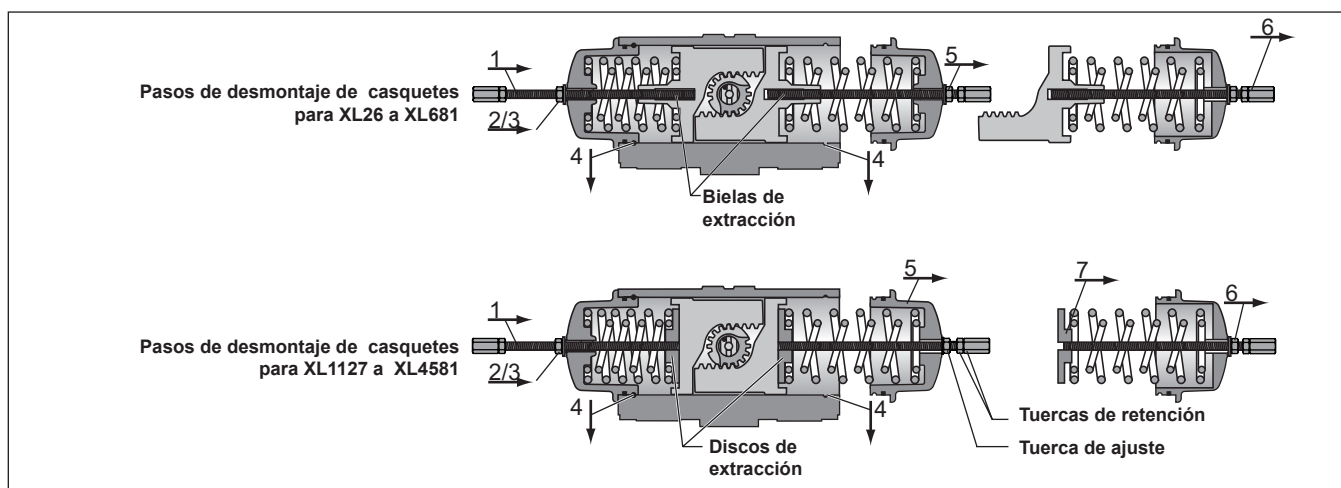

Fig. 5 Desmontaje de casquetes
- 1 Afloje las tuercas de bloqueo (24) y quite ambos toques de avance (22) y las juntas fileteadas (23) o los anillos 'O' (23a).
- 2 Quite el indicador (7) de la parte superior del piñón (19). Para XL26 a XL221 utilice una llave Allen de 4mm. Para tamaños más grandes, se puede retirar el indicador de la parte superior del piñón.
- 3 Extraiga ambos pernos de obturación (28) y las juntas (29) de los casquetes (21).
- Para XL 26 a XL 681, en los pistones (20)
- Para XL 1127 a XL4581, en el disco retractor (20a, véase también la fig. 5), hasta que se detengan (NO APRIETE EN EXCESO) y cerciórese de que las tuercas y arandelas de ajuste no tengan contacto con el casquete.
- 7 Evite que giren las "tuercas de retención" con una llave. Utilice otra llave para atornillar las tuercas de ajuste 180 grados a la vez (véase la fig. 5) en el sentido de las agujas del reloj y en las bielas hasta que den dos giros completos. Con ello, se conducen
- Para XL 26 a XL681, los pistones (20)
- Para XL 1127 a XL4581, el disco retractor (véase también la fig. 5) hasta los casquetes (21) y se comprimen los resortes. La compresión de los resortes libera la fuerza de los mismos y desbloquea la SAFEKEY para su extracción.
- 10 Cuando se hayan extraído ambas SAFEKEYS, utilice una llave para girar el piñón, a la vez que aparta los pistones (20) hasta que empujen parcialmente los casquetes lejos del cuerpo.
- Para XL 26 a XL681, se salen los pistones (20), los resortes y el casquete
- 11 Para mantener intacto el ensamblaje del paquete de resortes (véase la fig. 5), deje la biela retractora en su sitio. Para el desmontaje del paquete de resortes, destornille la tuerca de ajuste de la biela retractora para liberar la fuerza del resorte, a la vez que evita que la biela gire con una llave en las tuercas de retención.